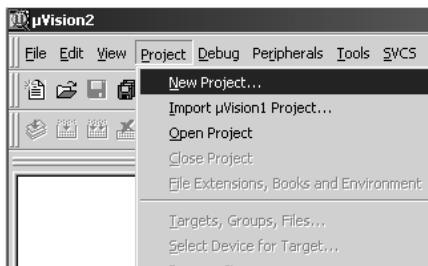
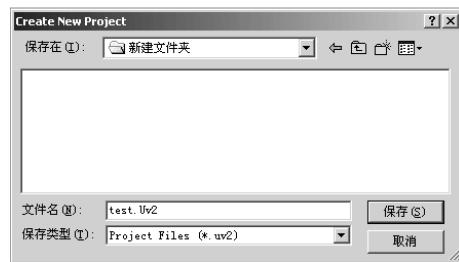

图 1-10 选择“New Project”选项
图 1-11 文件对话框
(1) 单击“Project”菜单，在弹出的下拉菜单中选择“New Project”选项，如图 1-10 所示。接着弹出一个标准的 Windows 文件对话框（见图 1-11），在“文件名”的文本框中输入第一个 C 语言程序项目名称，这里用“test”，保存后的文件扩展名为 Uv2，这是 KEIL
(4) 单击图 1-13 中 3 对应的功能按钮保存新建的程序，也可以通过单击“File”→“Save”菜单或按“Ctrl+S”快捷键保存程序。因为是新文件所以保存时会弹出类似图 1-11 中的对话框，把第一个程序命名为 Test1.c，保存在项目所在的目录中，这时会发现程序单词有了不同的颜色，这说明 KEIL 的 C 语法检查生效了。如图 1-14 所示，在屏幕左边的“Source Group1”文件夹图标上右击，弹出菜单，在这里可以进行增加或减少项目文件等操作。单击“Add Files to Group 'Source Group 1'" 弹出文件窗口，选择刚刚保存的文件，单击“ADD”按钮，关闭对话框，程序文件就加到项目中了。这时在“Source Group1”文件夹图标左边出现一个小“+”号，说明文件组中有了文件，单击它可以展开查看。